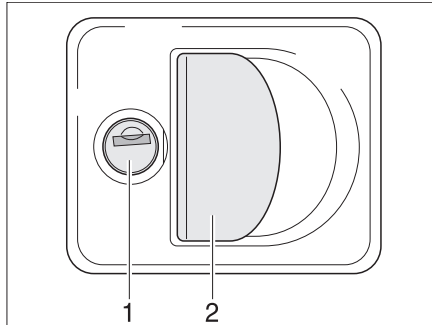

Bild 30 Lucklås med greppkåpa
- Stick in nyckeln i låscylindern (Bild 30,1) och vrid ett kvarts varv. Lucklåset är upplåst.
- Drag i låshandtaget (Bild 30,2). Den utvändiga luckan är öppen.